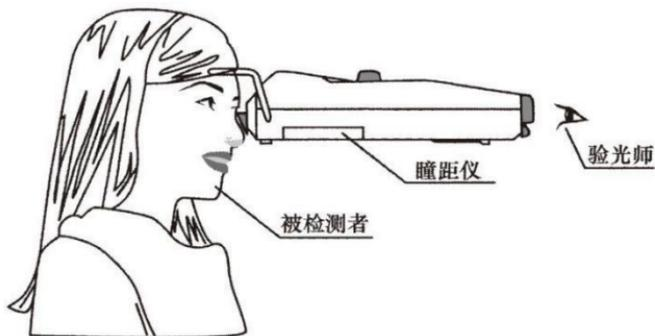

图 6
①开机，仪器视距初始设定为 ∞ 视距。
②把额托架轻轻靠在被检测者的额头两旁，然后使鼻托轻轻靠在被检测者的鼻梁上，并使仪器保持水平。（图6）。